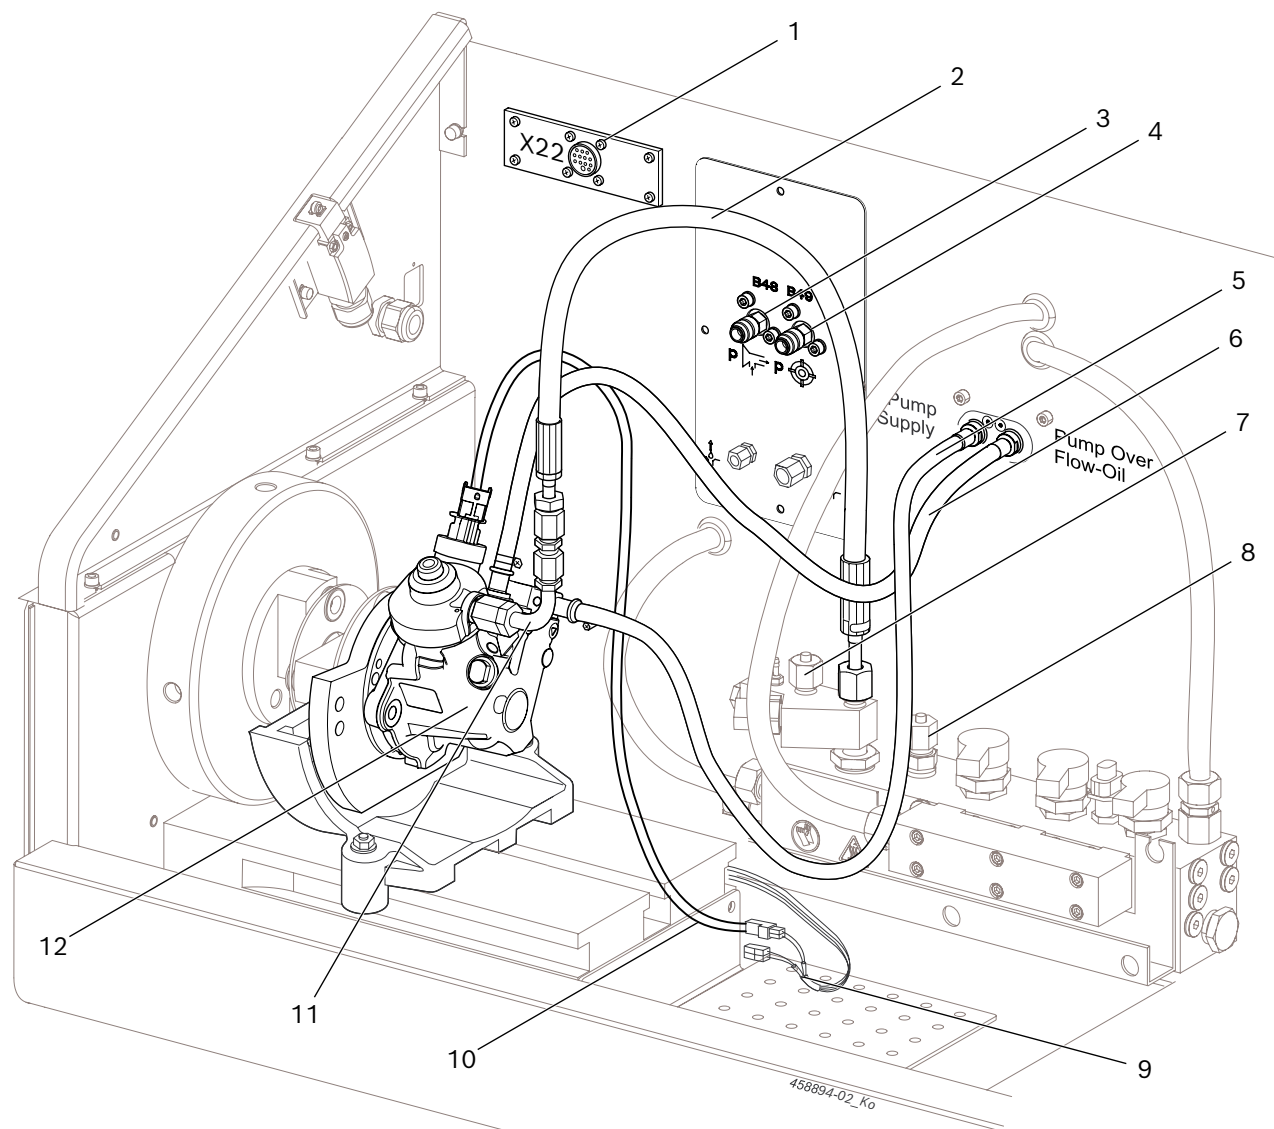

Рис. 2: Подключение CP4.1
1. Подключить шлангопроводы для подачи (рис. 2, поз. 5) и слива испытательного масла (рис. 2, поз. 6) к предусмотренным местам подключения на CP4.
2. Подключить шлангопровод высокого давления 1 680 712 324 (рис. 2, поз. 2) к входу высокого давления магистрали высокого давления и через трубопровод испытательного давления 1 680 750 123 (рис. 2, поз. 11) к месту подключения высокого давления CP4 (момент затяжки = 25–30 Nm).
3. Закрыть подключение для шлангопровода высокого давления к магистрали распределителя CRI 846H или CRI/CRIN 848H заглушкой на магистрали высокого давления (рис. 2, поз. 7, 8).
I В CP4.2 заглушку в магистрали высокого давления (рис. 2, поз. 7) необходимо снять и подключить еще один шлангопровод высокого давления к магистрали высокого давления и CP4.
4. Подключить соединительный трубопровод 1 684 463 946 (рис. 2, поз. 9) к X24 и при помощи специального адаптерного трубопровода (рис. 2, поз. 10; специальные принадлежности) соединить с CP4.
Входящий в комплект набора деталей 1 687 016 128 адаптер 1 681 032 115 используется для измерения давления подающих насосов для CP4 с шестеренчатыми насосами. Перед испытанием установить адаптер на CP4 и подключить шлангопровод адаптера к B49 (рис. 2, поз. 4).
Входящие в комплект набора деталей 1 687 016 128 шлангопроводы используются для измерения разрежения. Подключить специальный шлангопровод к ТНВД и B48 (рис. 2, поз. 3).
- Подключение к магистрали высокого давления (к магистрали распределителя CRI 846H) закрыто заглушкой (рис. 2, поз. 8)?